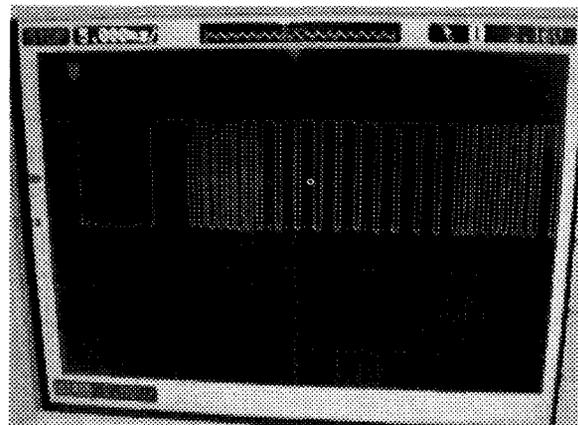

Fig. 8 CH1 の NEC 送信フォーマット
3. 2節で示したFig. 8は、本機のリモコンでCH1を送った時のオシロスコープ波形(長いために全ビットは表示されていない)である。この写真からデータ部を解析すると次のようになっていることが分かる。